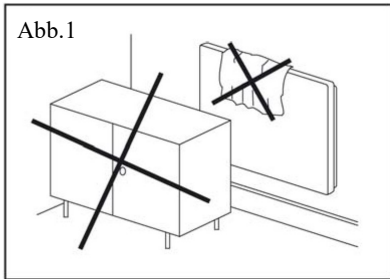
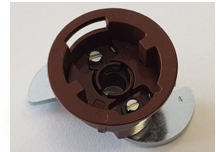

Abb.2
Abb.3
- **Es ist verboten, Dübel mit Selbstschneidgewinden zur Befestigung der Platten in Gipskarton-/Gipsfaserunterdecken zu verwenden, s. Abb. 2. Beispiele geeigneter Dübelarten, s. Abb. 3.**